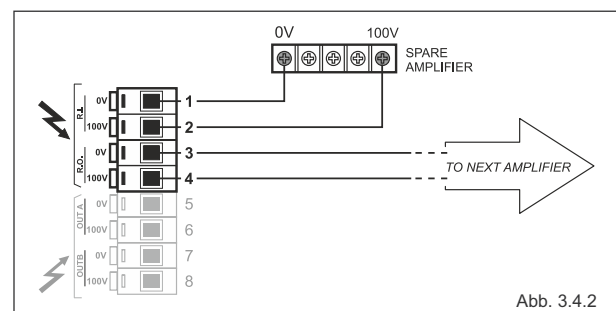

Abb. 3.4.2
Das Klemmbrett (11) hingegen wird für einen eventuellen Anschluss an einen Ersatzverstärker verwendet (Abb. 3.4.2).